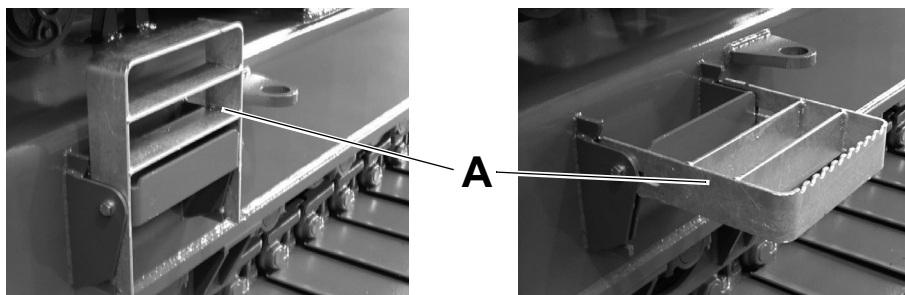

Fig. 112 Escada de acesso dobrada e escada de acesso desdobrada (A)
Há escadas de acesso (A) na Fig. 112 em ambos os lados da máquina. As escadas de acesso devem estar desdobradas durante a operação de trabalho.
| 1 | Puxe a escada de acesso travada (A) na Fig. 112 para cima para liberá-la. |